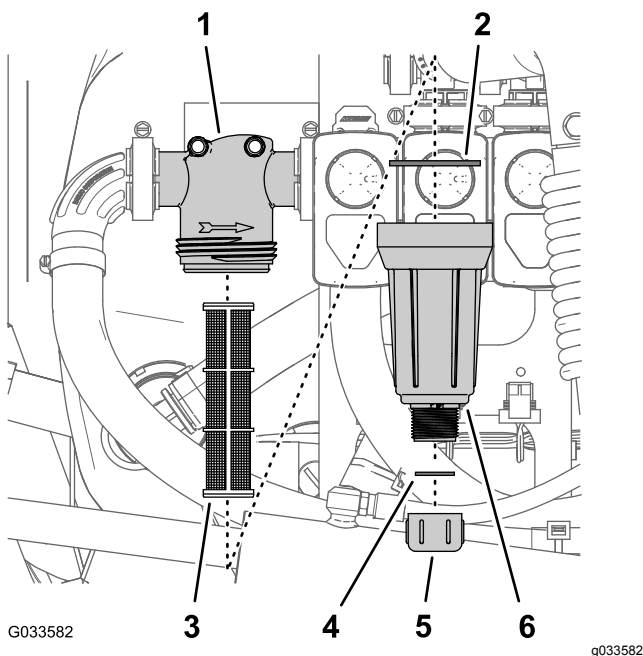

Figura 79
2. Alinhe um recipiente de escoamento debaixo do filtro de pressão (**Figura 79**).
3. Rode a tampa de drenagem no sentido contrário ao dos ponteiros do relógio e retire-a do recipiente do filtro de pressão (Figura 79).
4. Rode o recipiente no sentido contrário ao dos ponteiros do relógio e retire a cabeça do filtro (Figura 79).
5. Retire o elemento do filtro de pressão (Figura 79).
7. Verifique a junta do tampão de drenagem (localizado no interior do recipiente) e junta do recipiente (localizado no interior da cabeça do filtro) e veja se há danos e desgaste (Figura 79).
8. Instale o elemento do filtro de pressão na cabeça do filtro (Figura 79).
9. Instale o recipiente na cabeça do filtro apertando à mão (Figura 79).
10. Enrosque a tampa de drenagem na união na parte inferior do recipiente e aperte bem a tampa à mão (Figura 79).